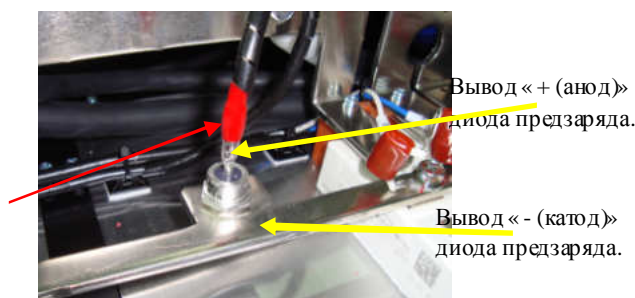

Рис. 4.14.
4.10.3. Проверить диод предзаряда (рис. 4.14), подсоединя к его выводам мультиметр в режиме «Прозвонка диода» (чтобы получить доступ к выводу «+ (анод)» диода предзаряда, изолирующую трубку с вывода необходимо сдвинуть). Если диод предзаряда исправен, то при прямой проводимости показания прибора должны составлять 0,3 – 1,0, при обратной проводимости - «обрыв цепи». При иных показаниях прибора диод предзаряда считается неисправным и подлежит замене.